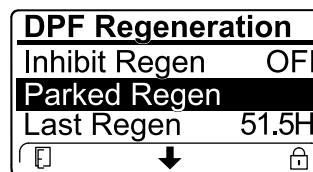

Рисунок 71
- Если компьютер двигателя запрашивает или выполняет восстановительную регенерацию, а вы перейдете вниз к опции PARKED REGEN (СТАЦИОНАРНАЯ РЕГЕНЕРАЦИЯ), стационарная регенерация будет заблокирована и в нижнем правом углу дисплея инфо-центра появится значок «Замок» (Рисунок 71).